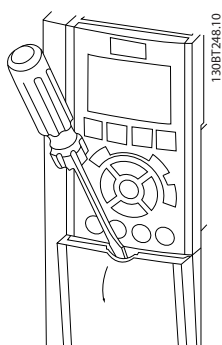

图 5.4 打开端子盖
- 用螺丝刀打开端子盖和前盖，如图 5.4 和图 5.5 所示。